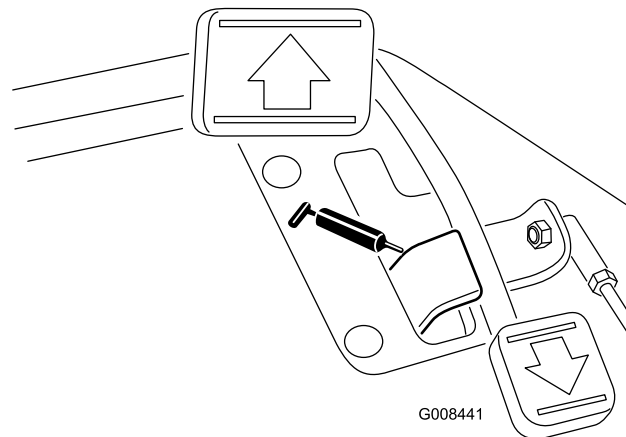

Figura 30
- Perno del pedale della trazione (Figura 30)